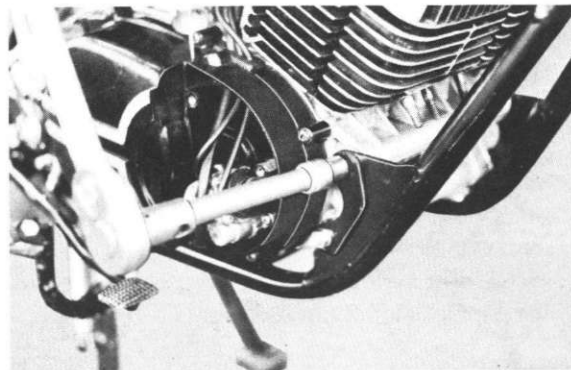

Fig. 4-1-22
20. Remove the four engine mounting bolts and upper right rear mounting plate. Engine mounting bolts should be tightened to 2 m-kp (180 lb-ft) for 8 ϕ mm, and 3.5 m-kp (300 lb-ft) for 10 ϕ mm. (Fig. 4-1-22)
20. Retirez les 4 boulons de fixation du moteur et la plaque de montage arrière droite supérieure. Lors de la repose, ces boulons seront serrés sous une pression de 2 m-kp pour les boulons de 8 mm de diamètre et à 3,5 m-kp pour les boulons de 10 mm de diamètre. (Fig. 4-1-22)
20. Die vier Montageschrauben des Motors lösen und die hintere Tragplatte oben rechts entfernen. Die Montageschrauben des Motors sind mit einem Anzugsmoment von 2 m-kp für 8 ϕ mm Schrauben und 3,5 m-kp für 10 ϕ mm Schrauben festzuziehen. (Fig. 4-1-22)